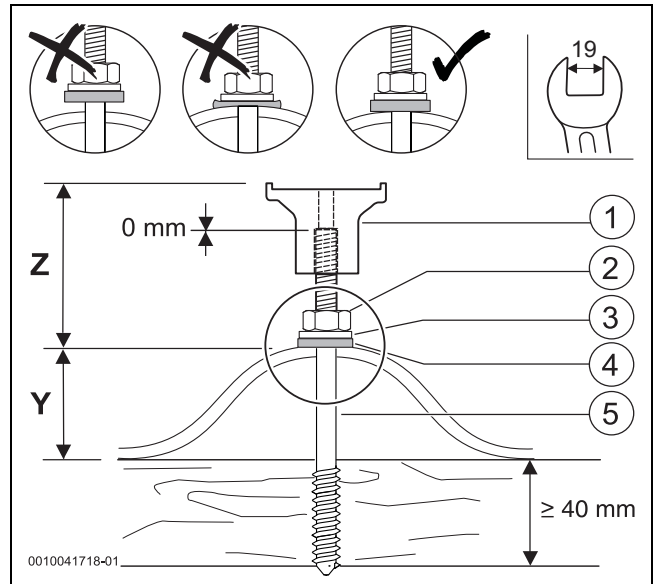

Bild 33 Montierte Stockschraube mit Haltebock
- ▶ Vormontierte Stockschraube mit Gabelschlüssel 19 mm so weit eindrehen, bis Maß Z (\rightarrow Tab. 9) erreicht ist (\rightarrow Bild 33).